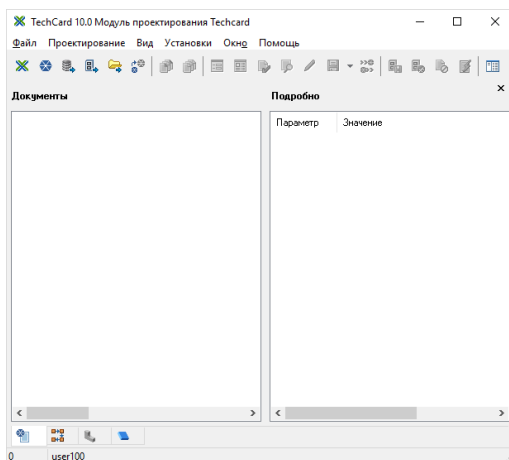

Рисунок 4.2 – Головне вікно модулю проектування Techcard
2. Завантажте в меню **Пуск – Программы – Intermech – Модуль проектирования Techcard**. Відкриється головне вікно модулю проектування (Рис. 4.2).